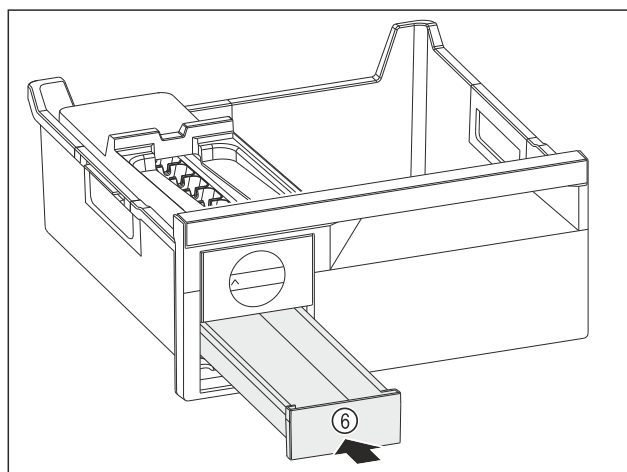

Fig. 95
- Skjut in iskublådan Fig. 95 (6).